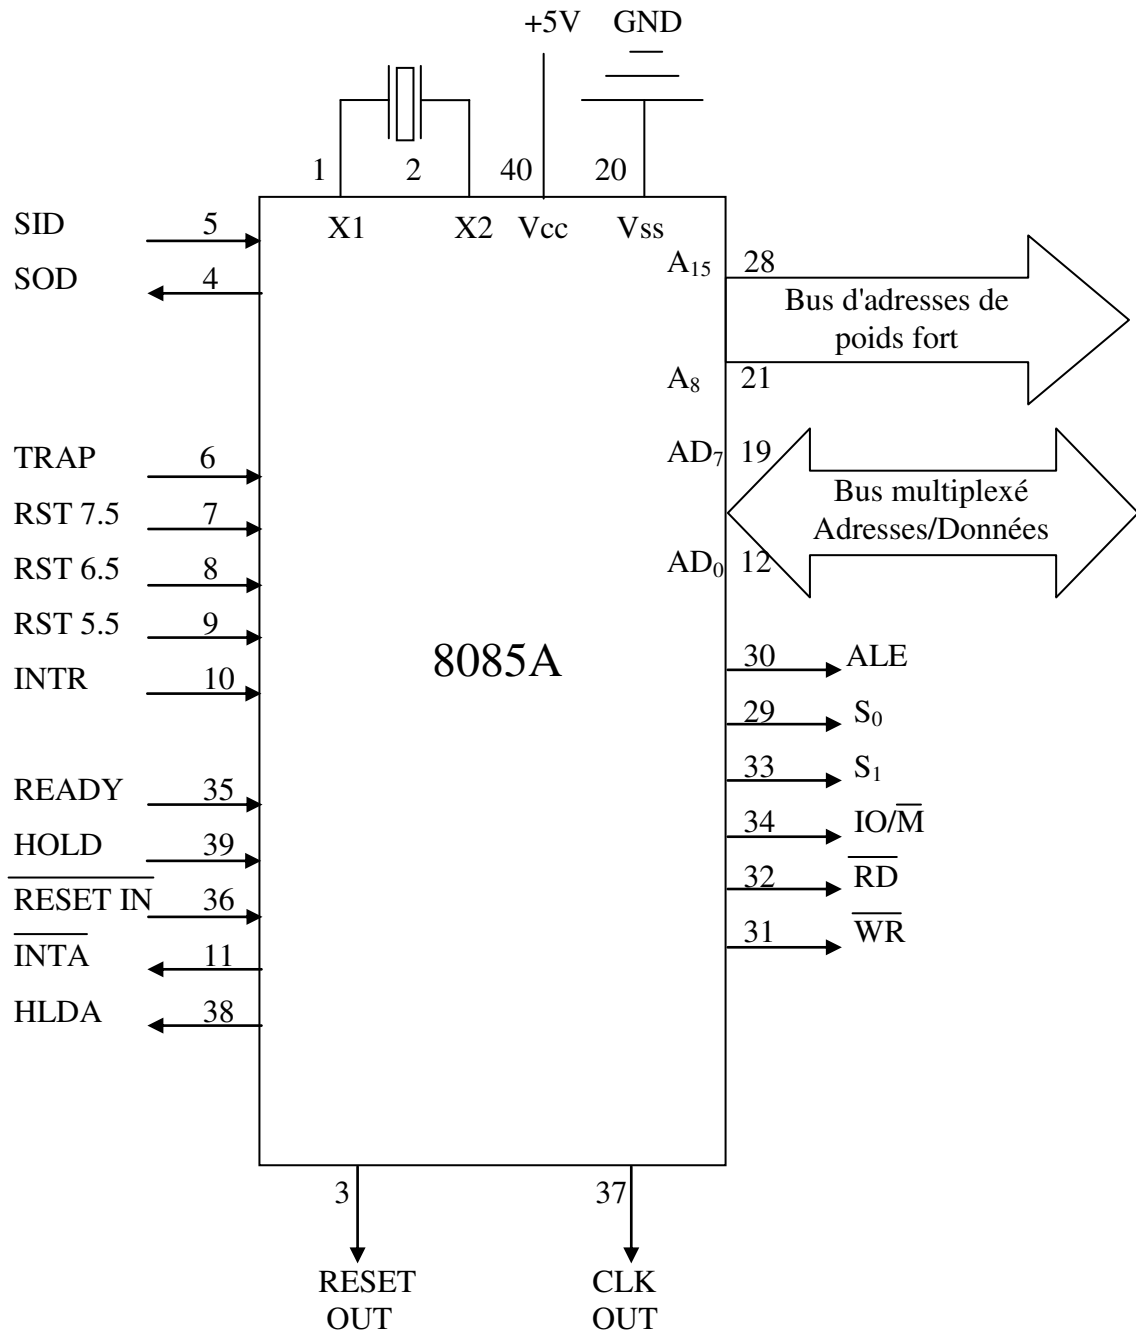

Figure V.1 : Architecture externe du 8085
Le microprocesseur 8085 se présente sous la forme d'un boîtier DIP (Dual In-line Package) à 40 broches. La figure V.1 montre le schéma de brochage du 8085. Tout les signaux peuvent être classés en six groupes : (1) Bus d'adresses, (2) Bus de données, (3) Bus de contrôle et signaux d'état, (4) Alimentation et générateur de fréquence, (5) Signaux d'interruptions (6) Ports d'E/S sériels.